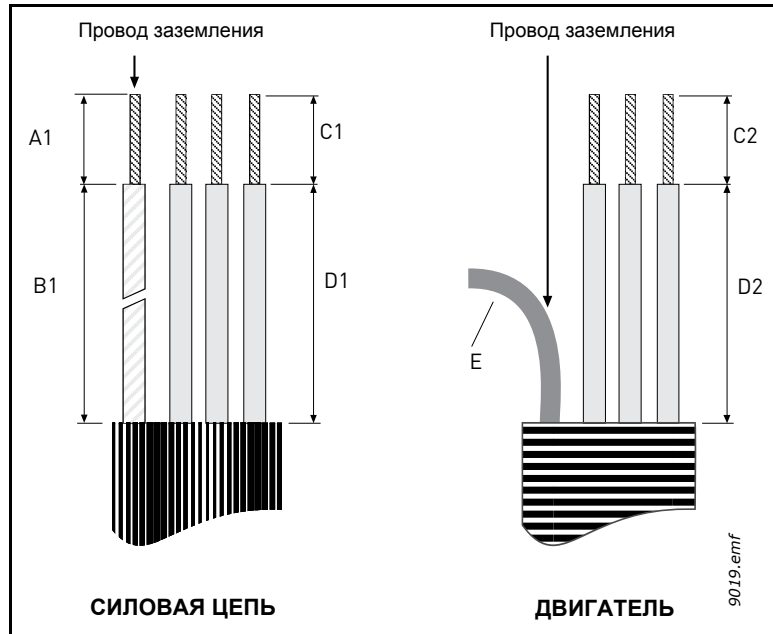
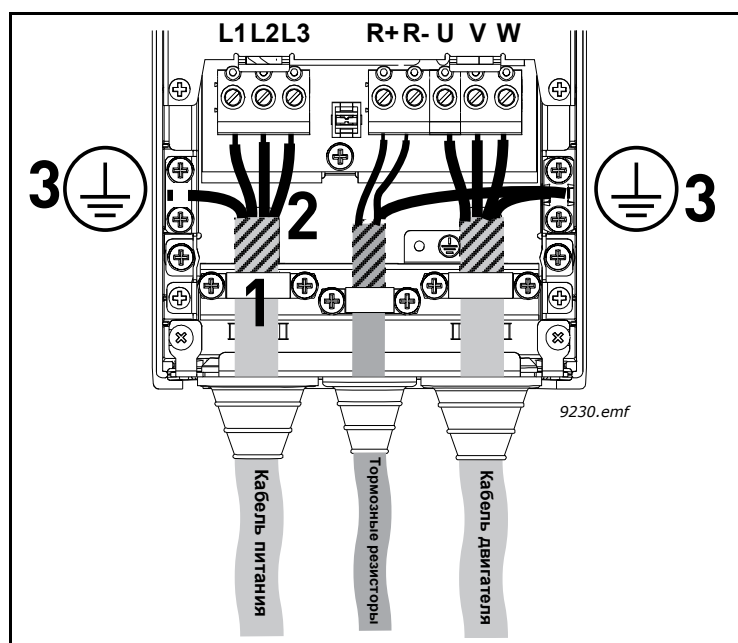

Рис. 25. Зачистка кабеля
Рис. 32. Подсоединение кабеля
Подсоедините зачищенные кабели (см. Рис. 25 и Табл. 16), как показано на Рис. 32.
- Обнажите экраны трех кабелей, чтобы обеспечить их соединение по всей окружности (360 градусов) с кабельным зажимом (1).
- Подсоедините (фазные) провода питания, тормоза и двигателя к соответствующим клеммам (2).
- Скрутите в косы оставшиеся части кабельного экрана на всех трех кабелях и соедините косы с зажимами, как показано Рис. 32 (3). Длина скрученных экранов **должна быть достаточна** только для присоединения их к клеммам, но не более того.